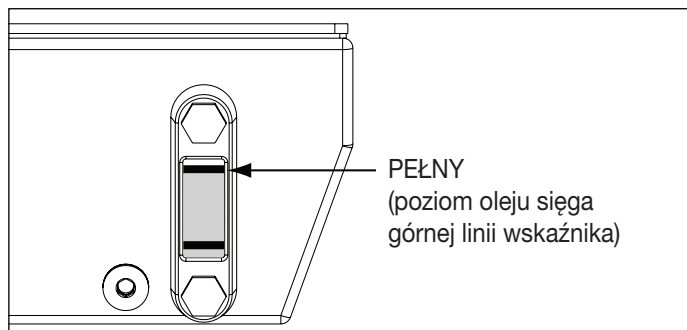

Rysunek 1, Odpowietrznik zbiornika i korek wlewu oleju
Patrz rysunek 1. Korek transportowy (A) jest zainstalowany w porcie odpowietrznika w górnej części zbiornika. Przed użyciem pompy wymień korek transportowy (A) na odpowietrznik (B) zbiornika z przełączką pośrednią (C).